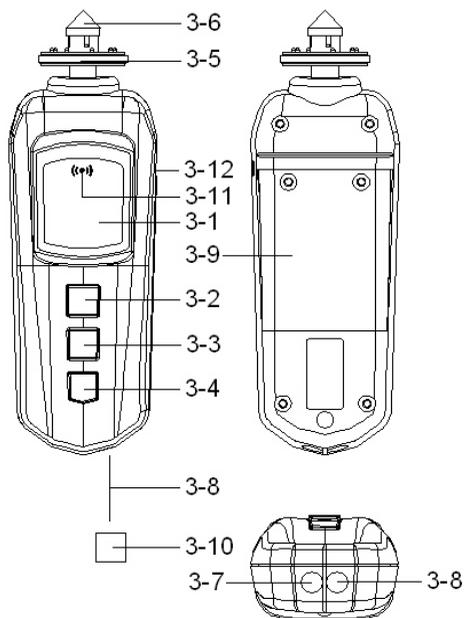

Fig. 1
- 1) Premere una volta il tasto "TEST" (3-2, Fig. 1) per accendere il dispositivo.
- 2) Premere il tasto "FUNCTION" (3-3, Fig. 1) e la funzione cambia a:
- e. Misurazione ottica di RPM, sullo schermo appare il simbolo "RPM", al contempo si genera una luce laser (3-8, Fig. 1)*
- 2) Porre un "Nastro riflettente" (3-10, Fig. 1) sull'oggetto da misurare. Premere "TEST" (3-2, Fig. 1) e allineare la "luce laser" (3-8, Fig. 1) all'obiettivo. Verificare che l' "Indicatore del monitor " (3-11, Fig. 1) si illumini quando l'oggetto attraversa il fascio di luce.
- 2) Premere il tasto "TEST" (3-2, Fig. 1) e premere leggermente l' "Adattatore a forma conica RPM" (3-6, Fig. 1) nel foro centrale dell'asse di rotazione misurazione. Rilasciare il tasto "TEST" quando il valore visualizzato si stabilizza (ca. 2 sec.).
- 2) Premere il tasto "TEST" (3-2, Fig. 1) e posizionare l' "Adattatore a forma circolare" (3-5, Fig. 1) sul rilevatore. Rilasciare il tasto "TEST" quando il valore visualizzato si stabilizza (ca. 2 sec).
- a. Tenere premuto il tasto "MEMORY" (3-4, Fig. 1), per visualizzare l'ultimo valore ("LA" e "l'ultimo valore" si visualizza alternativamente sullo schermo).
- * Per sostituire le batterie, aprire il "Coperchio del vano batteria" (3-9, Fig. 1).
- * Assicurarsi che il coperchio (3-9, Fig. 1) sia ben collocato dopo aver sostituito le batterie.
Il dispositivo dispone di un'interfaccia seriale RS232 per PC attraverso terminale di 3,5 mm (3-12, Fig. 1).